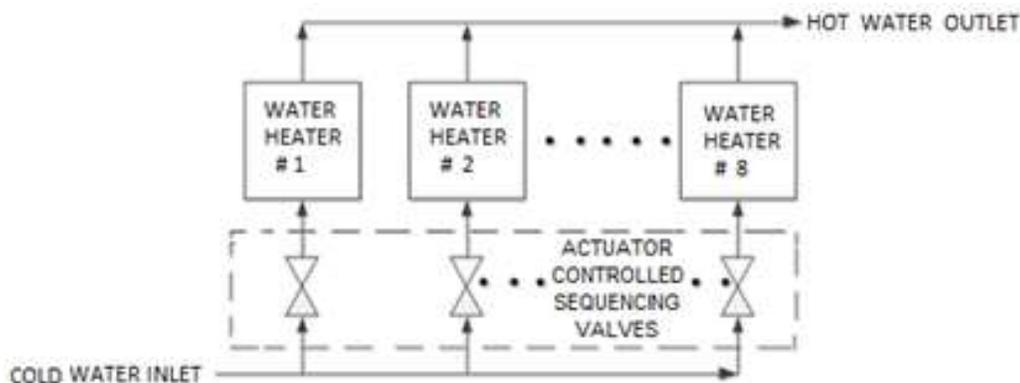

Figure 8.1 : Schéma fonctionnel simplifié - Gestion des chauffe-eau (WHM)
Le système de gestion des chauffe-eau embarqués II (WHM II) est une fonctionnalité intégrée au contrôleur de périphérie, conçue pour préparer et coordonner plusieurs chauffe-eau AERCO Innovation tout en maximisant l'efficacité opérationnelle. Le code du logiciel WHM réside dans chaque contrôleur Edge qui fait partie du système. Le WHMII peut contrôler jusqu'à huit (8) chauffe-eau en parallèle. Chaque chauffe-eau commandé par le WHM doit être équipé d'une soupape de séquençage commandée par actionneur (réf. **92123**). Ces robinets sont installés sur l'entrée d'eau froide de chaque chauffe-eau du réseau WHM (voir la figure 8.1).
Le système de gestion des chauffe-eau (WHM) du contrôleur Edge est conçu pour garantir que tous les chauffe-eau du système fonctionnent à une efficacité maximale. Pour ce faire, on surveille la position de la soupape d'air/carburant (VP) de tous les chauffe-eau dont la vanne de séquençage est ouverte. Les unités dotées de vannes de séquençage ouvertes sont appelées unités activées. Les unités dotées de vannes de séquençage fermées sont appelées unités désactivées. Les unités qui ne peuvent pas fonctionner, en raison d'une panne ou d'une intervention de l'utilisateur, sont appelées unités hors ligne. Lorsqu'il y a peu ou pas de demande d'eau chaude, la vanne de séquençage d'une unité sera ouverte. Au fur et à mesure que la charge du système augmente, le WHM ouvre les vannes de séquençage sur d'autres appareils de chauffage. Un schéma fonctionnel simplifié de plusieurs chauffe-eau connectés à un chauffe-eau est illustré à la figure 8.1.